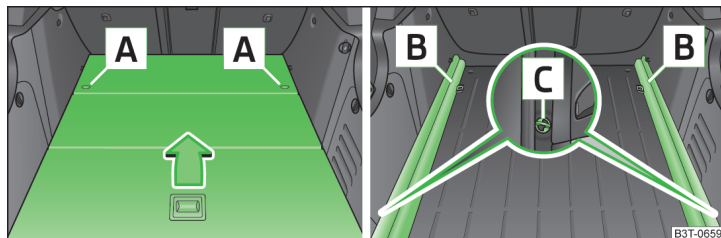

Fig. 112 Maletero: desmontar el suelo de carga variable / desmontar las guías portantes.
- Desbloquear el suelo de carga variable girando las argollas de seguridad **A** » fig. 112 hacia la izquierda, aprox. 90°.